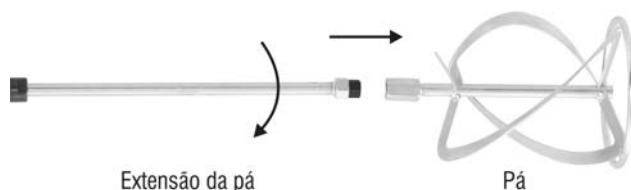

Fig. 2 - Montagem da extensão na pá
1. Rosqueie a extensão na pá, conforme Fig. 2;